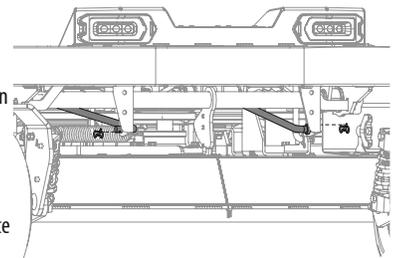

Figura 41
- Extraiga los dos pasadores con unión curva de las varillas de la plataforma que sujetan los soportes del varillaje de elevación centrales delanteros a los soportes de elevación centrales delanteros de la plataforma y tire del extremo delantero de las varillas fuera de su lugar. Consulte la Figura 41.